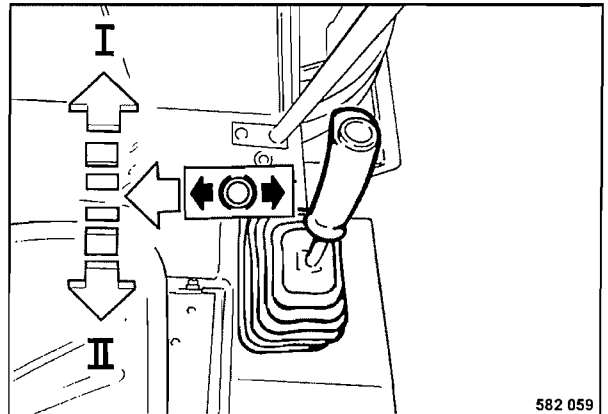

Fig. 37
- Desbloquear la palanca de marcha (Fig. 37) hacia la izquierda fuera de la posición de frenado y desplazarla poco a poco al sentido deseado de marcha.